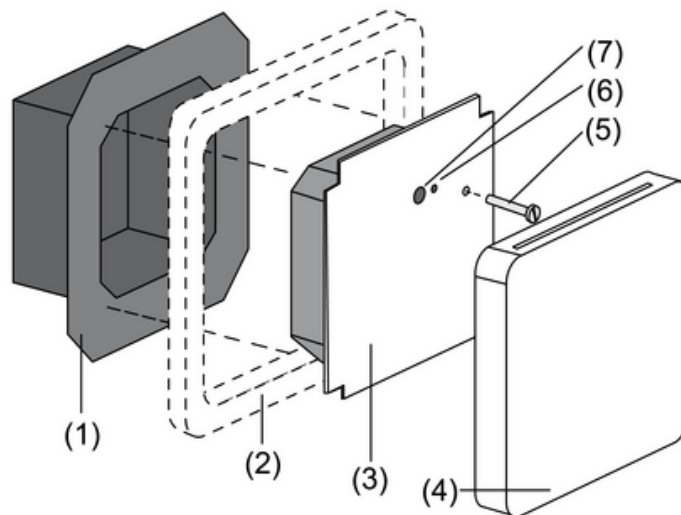
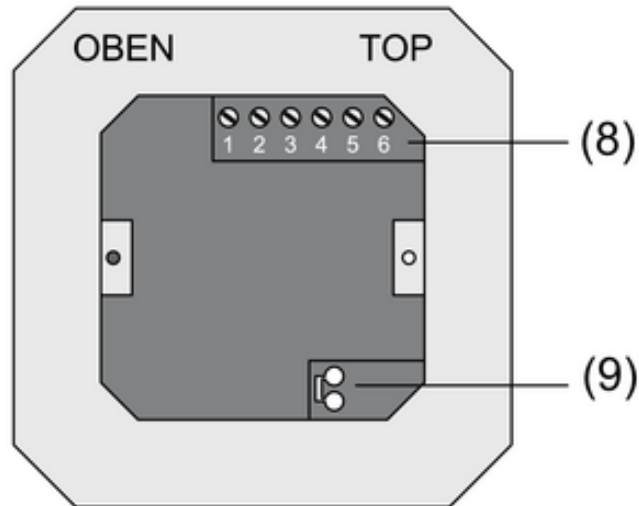
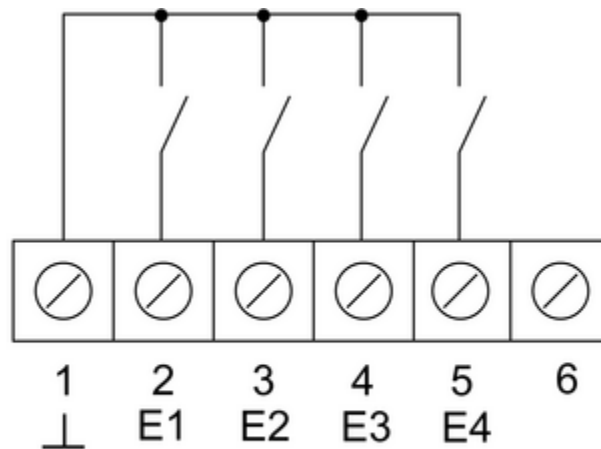
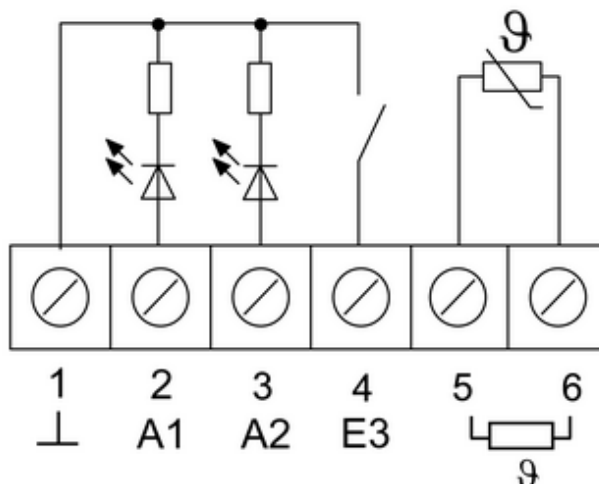

Figure 1
Figure 2
Figure 3
Figure 4
- Séparer le mécanisme de bornes (1) et la garniture électronique (3) (figure 1).
- Enficher la ligne de bus dans le mécanisme de bornes sur la borne de raccordement (9) (figure 2).
- Entrées binaires **E1...E4** : raccorder les contacts normalement ouverts et normalement fermés aux bornes **1** et **2...5**(figure 3) du bornier (8) (figure 2).
- Entrées binaires **A1...A2** : raccorder les LED ou les relais électroniques aux bornes **1** et **2, 3** (figure 4) du bornier (8) (figure 2).
- Raccorder la sonde de température externe aux bornes 5 et 6 (figure 4) du bornier (8) (figure 2).
- (figure 1) Introduire le mécanisme de bornes (1) dans un boîtier d'appareillage à encastrer. Observer l'inscription **OBEN / TOP**. Le raccordement bus (9) (figure 2) doit se trouver en bas à droite.
- Positionner le cadre design (2) sur le mécanisme de bornes (1) (figure 1).
- Insérer le mécanisme électronique en bonne position sur le mécanisme de bornes (figure 1).
- Retirer le couvercle (4) (figure 1).
- Fixer le mécanisme électronique avec les vis de fixation (5) (figure 1).
- Remettre le couvercle (4) en place (figure 1).
- Appuyer sur la touche de programmation (7) (figure 1).
La LED de programmation (6) est allumée (figure 1).
La LED de programmation (6) s'éteint (figure 1).